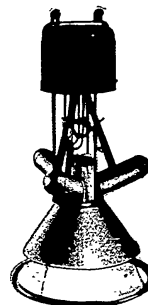

Fig. 5
- 1) Lampes (voir fig. 5) qui fonctionnent avec trois crayons ARLIO noirs. Le diamètre des charbons employés avec ces lampes et leurs conditions d'emploi sont repris sur le tableau n. 5 ci-dessous: